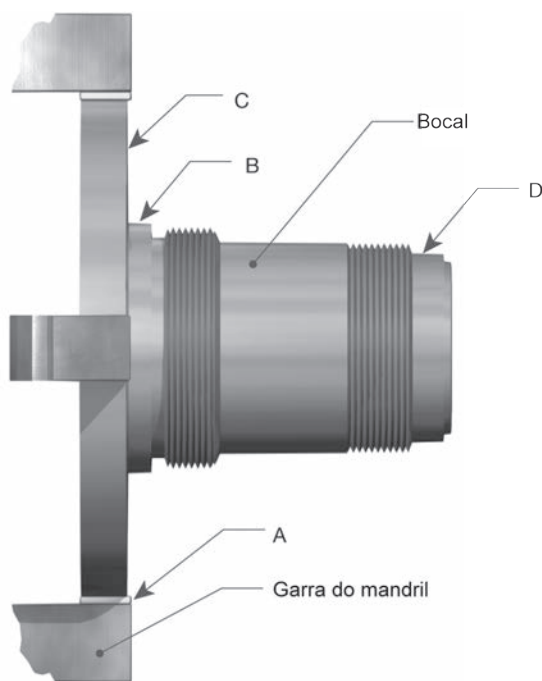

Figura 39: Bocal posicionado em uma garra
- a. Segure o bocal em um mandril independente de quatro garras (ou pinça, se adequado), usando um pedaço de material macio, como cobre, ou fibra entre as garras e o bocal como mostrado em A (Figura 39).
- b. Nivele o bocal de modo que as superfícies marcadas B e C rodem dentro de 0.001" (0.03 mm) no indicador (Figura 39).